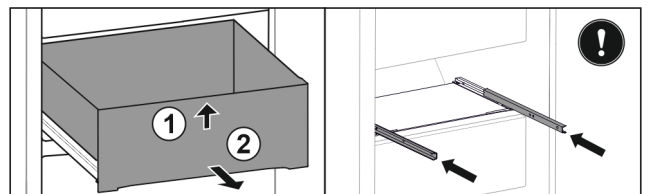

Fig. 96
- ▶ Schubfach vorne anheben. Fig. 96 (1)
- ▶ Schubfach nach vorne entnehmen. Fig. 96 (2)